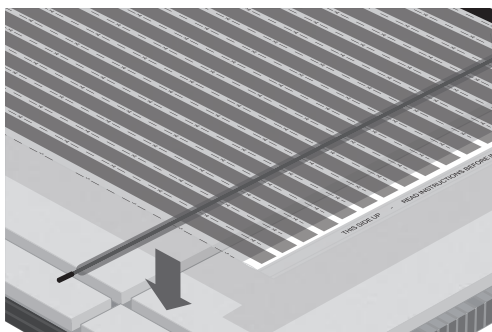

Fig. 5. Udskæring for gulvføler
6. Der, hvor rørene fra termostaten går ned i gulvet, skal der laves udskæringer i underlagspladerne for at skabe plads til dem(fig.5)